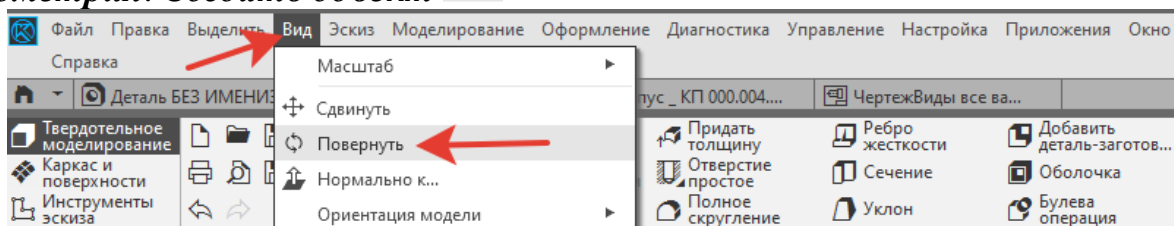

Рисунок 23.
23. Для скрытого от вас угла использовать **Главное меню – Вид - Повернуть** (рисунок 23). Курсором подхватить модель и повернуть нужной стороной. Вернуть на место через **Панель быстрого доступа – Ориентация – Изометрия**. **Создать объект**